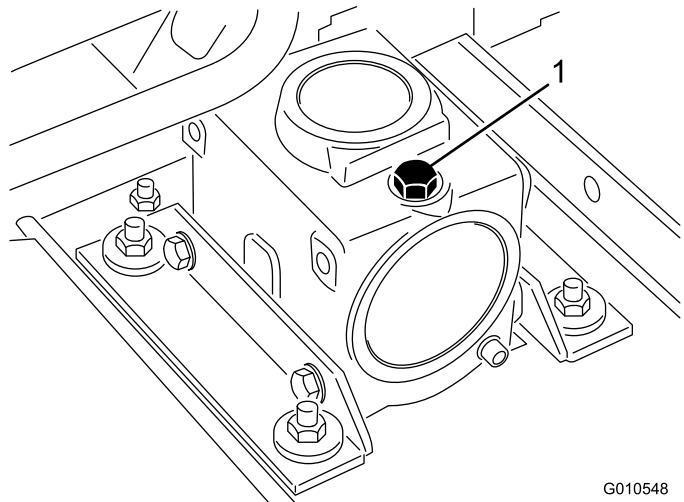

Figure 19
2. Placez la machine et le plateau de coupe sur une surface plane et horizontale, et abaissez le plateau de coupe. Retirez la jauge/le bouchon de remplissage du haut du boîtier d'engrenages (Figure 19) et vérifiez que le niveau de lubrifiant se situe entre les repères de la jauge. Si le niveau de lubrifiant est bas, ajoutez de l'huile pour engrenages SAE 80-90 jusqu'à ce que le niveau se situe entre les repères.